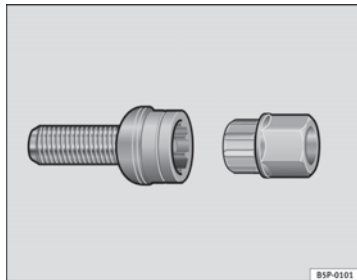

Fig. 197 Viti antifurto
- Innestare l'adattatore nella vite antifurto, spingendolo fino in fondo ⇒ **fig. 197**.